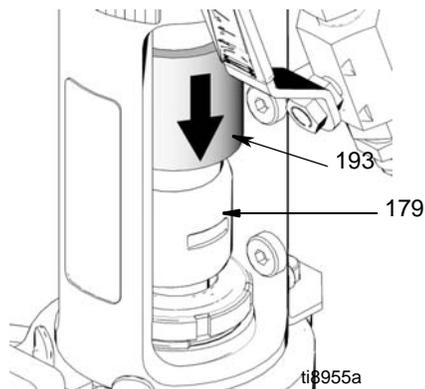

FIG. 25
6. (Fig. 25) Faça deslizar a cobertura do engate (193) para baixo, sobre os engates da haste (179).